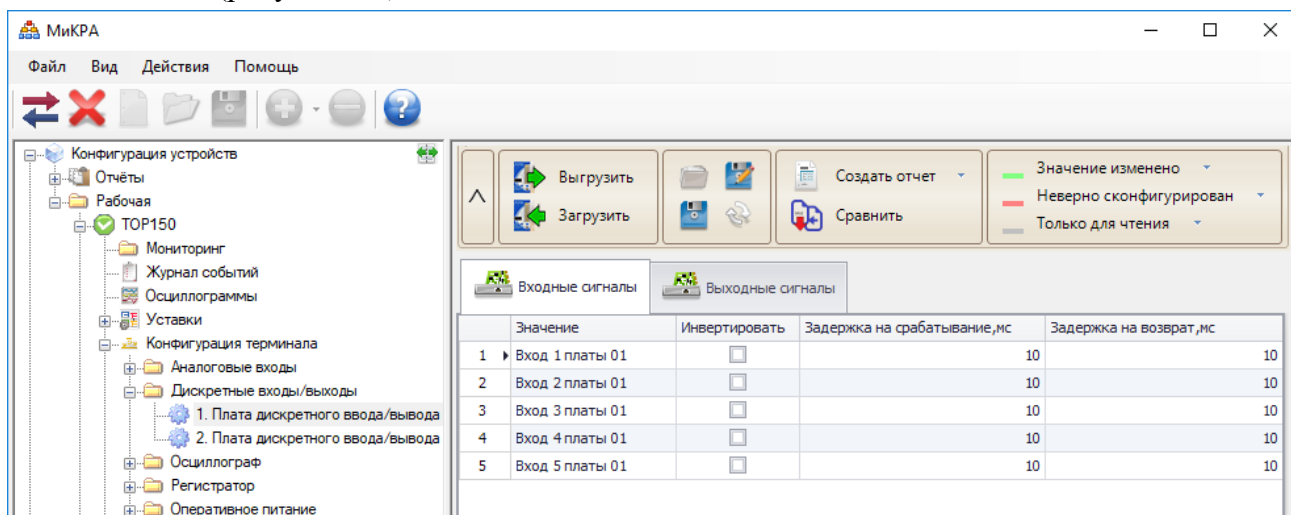

Рисунок 2.2 – Настройка срабатывания и возврата дискретных входов
2.2.6.7 Времена срабатывания и возврата каждой входной дискретной цепи регулируются в диапазоне от 0 до 60000 мс с шагом 1 мс с помощью сервисного ПО «МикРА» в меню «Конфигурация терминала/Дискретные входы-выходы/Конфигурация плат ввода-вывода» (рисунок 2.2).